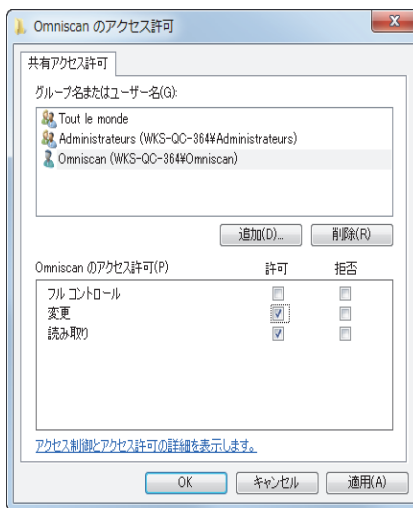

図 7-33 OmniScan のアクセス許可ダイアログボックス (Windows 7)
14. **Omniscan へのアクセス許可** ダイアログボックスで、Omniscan ユーザーの許可欄にある**変更**と**読取**チェックボックスを選択します。そして、OK をクリックします (243 ページの図 7-33 参照)。